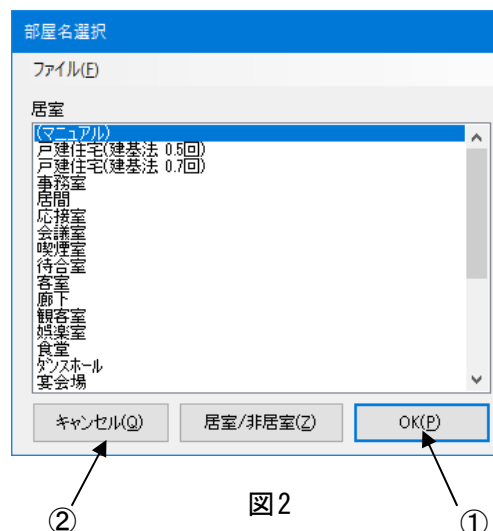

図2
部屋名選択が(図 2)が表示されます。
選択したい部屋名をクリックして反転させ、**[OK (P)]**ボタン(図 2-①)をクリックするか、**[Enter]**キーを押します。又は選択したい部屋名をダブルクリックします。
「部屋名選択」画面で非居室を表示させたい場合は、[居室/非居室 (Z)]ボタン(図 2-②)をクリックします。